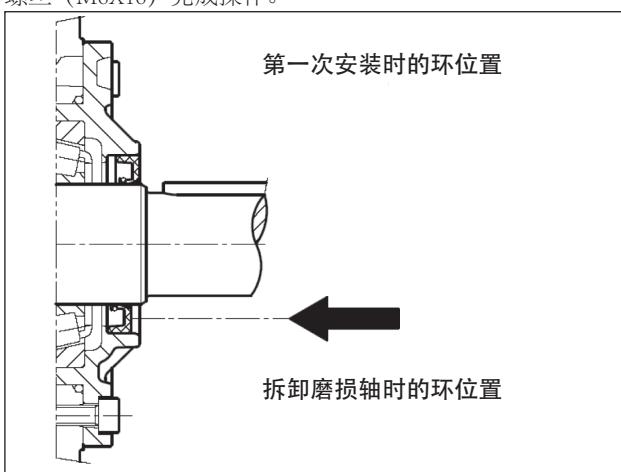

图7
- 安装动力输出轴侧的侧盖前，检查径向环的密封唇及其在该轴上的有关接触区域的状况。如果有必要更换，使用工具（代码27904500）定位新的密封环，如图7所示。
如果泵轴在与密封唇接触的区域有直径磨损，为避免磨削操作，可以重新定位密封环与盖子紧靠，如图7所示。